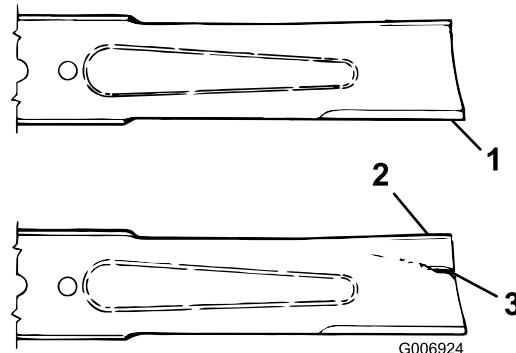

Figura 33
- Inspeccione los filos de corte (Figura 33). Si los bordes no están afilados o tienen mellas, retire las cuchillas y afílelas; consulte Cómo afilar las cuchillas.
- Inspeccione las cuchillas, especialmente la parte curva (Figura 33). Si observa daños, desgaste o la
formación de una ranura en esta zona (Figura 33), instale inmediatamente una cuchilla nueva.